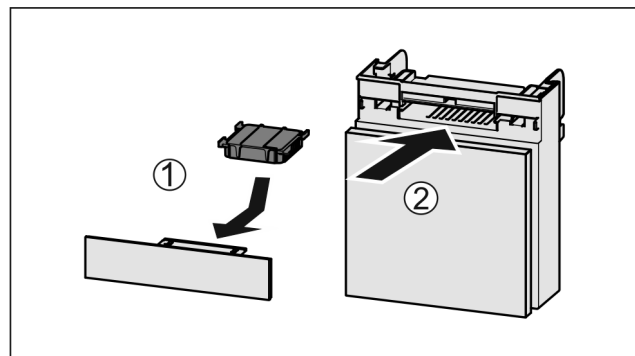

Fig. 147
- Aktivkohlefilter nach Abbildung einsetzen Fig. 147 (1).
- Fach einschieben Fig. 147 (2).